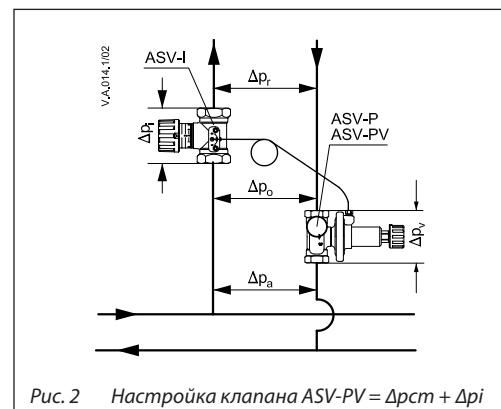

Рис. 2 Настройка клапана ASV-PV =  $\Delta p_{cm} + \Delta p_i$
- **клапан-партнер в регулирующем контуре** (Рис. 2). Ограничение расхода обеспечивается на стояке, при этом часть регулируемого давления используется при перепаде давления на клапане-партнере (Др.). Данный вариант предпочтителен, когда ограничение расхода на каждом абонентском пункте невозможно.